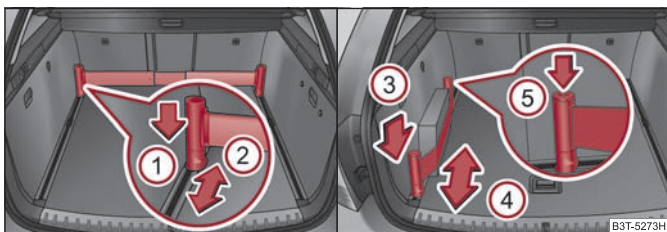

Fig. 91 Bara telescopică și cureaua elastică
- Apăsați partea de sus a suportului în sensul săgeții (1) ⇒ fig. 91 și simultan împingeți-o în poziția dorită, săgeata (2).
- Apăsați suportul în sensul săgeții (3) ⇒ pagina 94, fig. 91 și simultan împingeți-l în poziția dorită, săgeata (4).
- Apăsați tasta (5) din partea de sus a suportului și strângeți cureaua.
- Puteți rula complet cureaua elastică prin apăsarea tastei (5) ⇒ pagina 94, fig. 91. ■